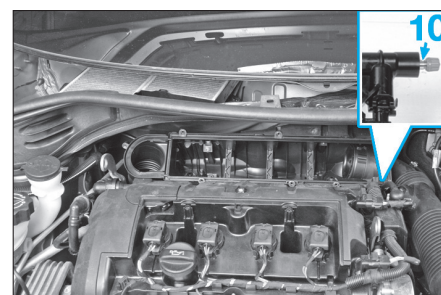

Fig. 62
- A l'aide de l'outil [1] positionner sur la valve (10), faire chuter la pression du circuit d'essence (Fig.62).